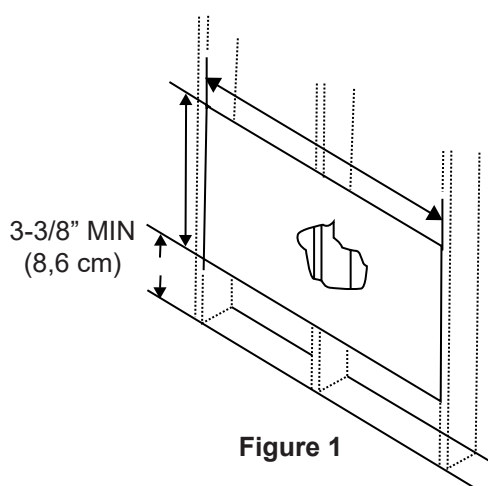
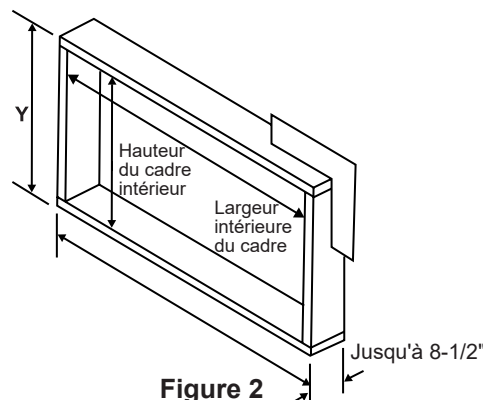

Figure 1
Figure 2
3. Mesurez l'espace entre les bords intérieurs de tous les autres montants, comme indiqué sur la Figure 1.
Mesurez et découpez soigneusement une ouverture aux dimensions suivantes, en fonction de votre modèle. Voir Figure 1 et Figure 2.